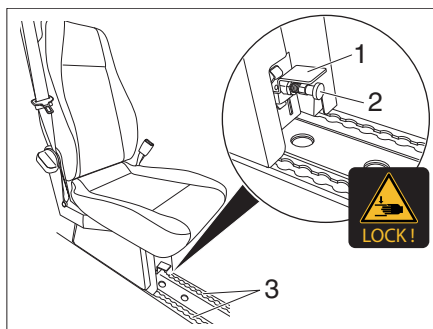

Bild 20 Montera och demontera enkelsäte
- Låsspaken (Bild 20,1) dras uppåt.
- Lyft in enkelsätet i skenan (Bild 20,3).
- Ihakningsbultarna (Bild 20,2) drar man i samt att låsspaken (Bild 20,1) sedan tryck nedåt.
- Tryck lätt ned och dra ihakningsbultarna (Bild 20,2) under enkelsätet. Spärren låses upp.
- Flytta enkelsätet (Bild 20,2) och tryck ned låsspaken (Bild 20,1). Enkelsätet är fastlåst.